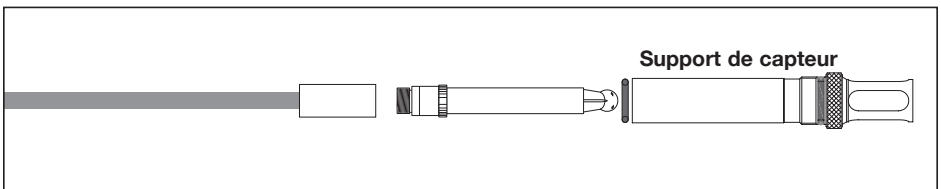

FIG. 8 Montage d'un capteur de pH (type pH13)
3.8.2 Mounting d'un capteur 12mm PG13.5 (type pH13 Fig. 8)